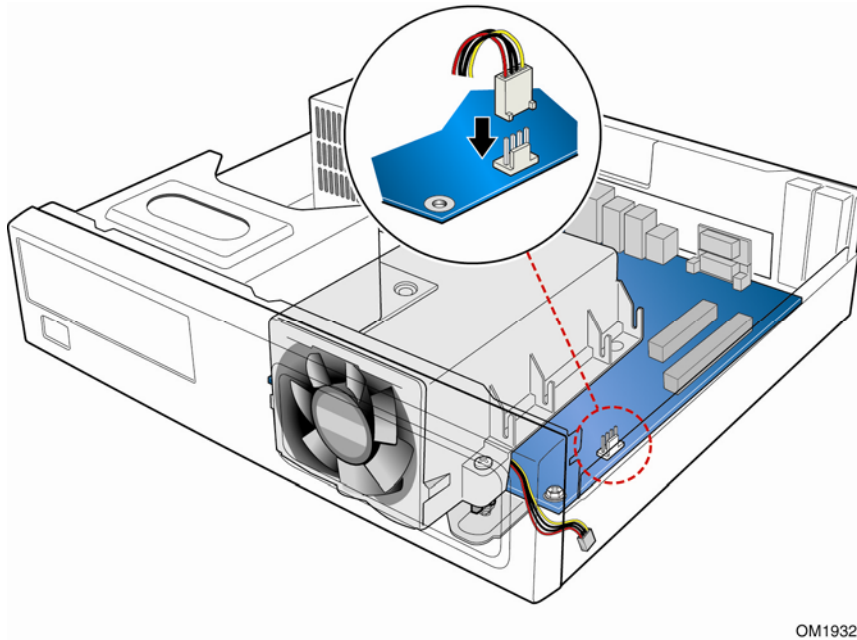

图 15. 连接散热模块风扇电缆
5. 将散热模块风扇电缆连接到台式机主板上的 4 针处理器风扇接头连接器中（参见图 15）。